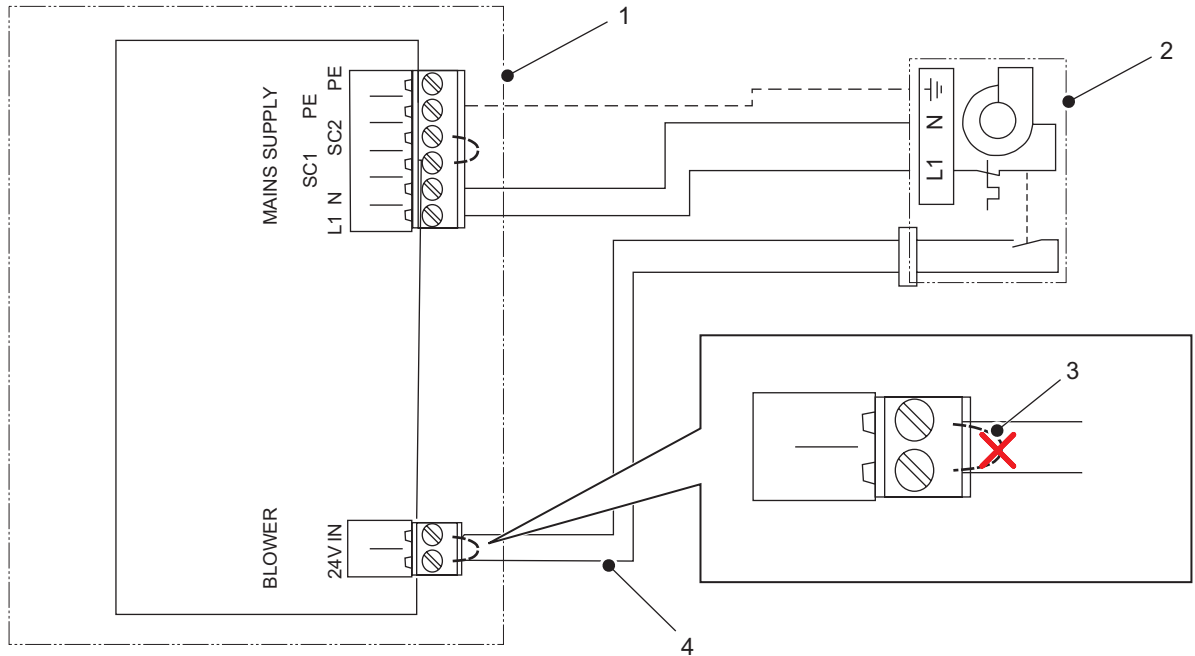

Figure 15 : Connexions de la carte pilote
- d. Raccorder le câble de raccordement au réseau et le câble de la boucle de sécurité sur la carte pilote à l'intérieur de l'humidificateur, comme illustré sur la Figure 15.